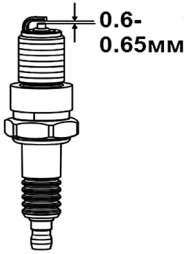

Рис.14 Свеча зажигания
4. Измерьте зазор между электродами свечи зажигания специальным щупом. Зазор должен быть 0,6-0,65 мм (Рис.14). При увеличении или уменьшении требуемого зазора рекомендуется заменить свечу, так как регулировка зазора может привести к изменению качества искрообразования.